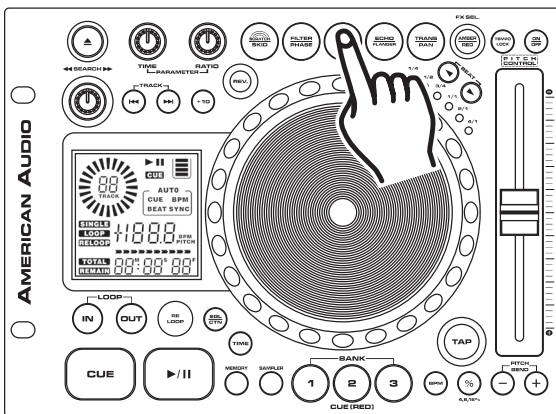

Figura 52
BOTÓN HOLD: Emplee el BOTÓN HOLD (6) para proteger los parámetros que eligió. Si este botón no ha sido activado, todos los cambios que practique a sus parámetros serán sólo momentáneos. Para activar la función “hold”, presione el BOTÓN HOLD (6), como se indica en la figura 52. Una vez activada la función, el BOTÓN HOLD se ilumina en color azul.